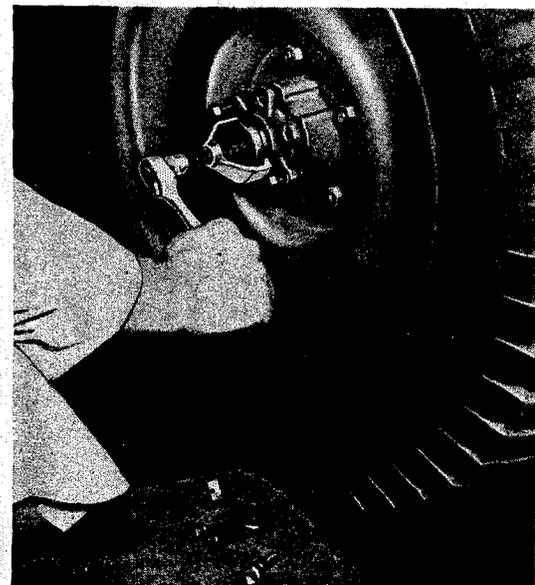

Fig. 193 Abzieher für Antriebsflansch
5. Drücke auf die Fußbremse und ziehe den Flansch der Welle mit Werkzeug W - 163 ab, wie in Fig. 193 dargestellt.